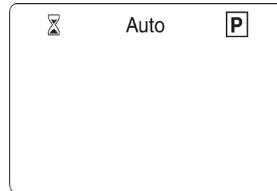

Fig. 14
- 1) accionar el pulsador (▶), hasta que aparezca contorneado el símbolo **P** de programa, como en Fig. 14;